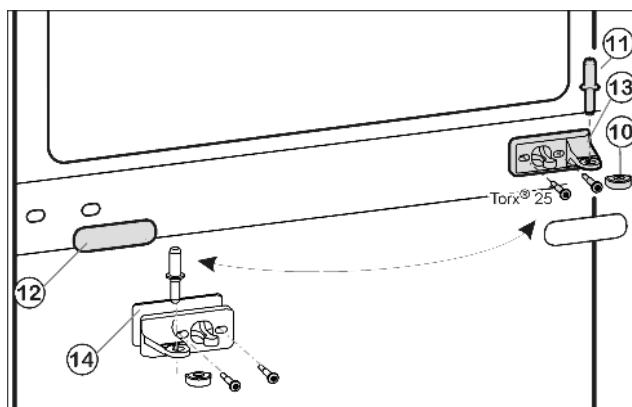
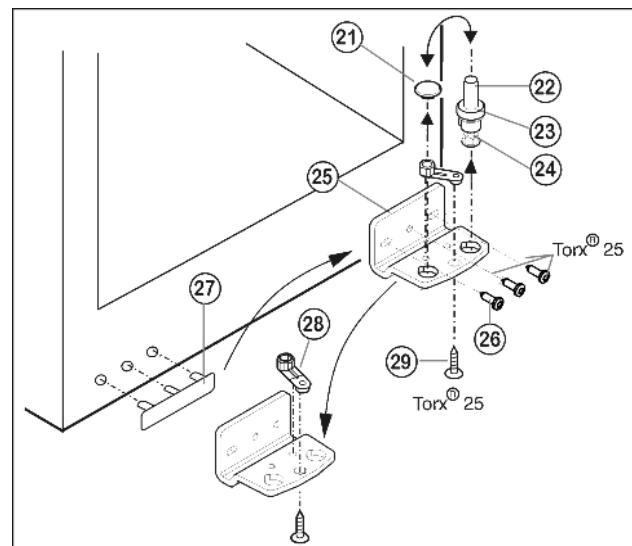

Fig. 8
Fig. 9
- ▶ Витягніть середній опорний гвинт Fig. 8 (11) з опорного кронштейна та нижніх дверцят.
- ▶ Зніміть пластмасовий ковпачок Fig. 8 (10).
- ▶ Викрутіть Fig. 8 (13) опорний кронштейн посередині (2 шт. Torx® 25).
- ▶ Обережно зніміть покріття Fig. 8 (12).
- ▶ Прикрутіть Fig. 8 (13) середній опорний кронштейн із підкладкою Fig. 8 (14), на новий бік шарніра, повернувши на 180° (з моментом 4 Нм).
- ▶ Зафіксуйте покріття Fig. 8 (12) на новому боці розташування ручок, повернувши на 180°.
- ▶ Зніміть, потягнувши догори, опорний гвинт Fig. 9 (22) у комплекті, разом з шайбою Fig. 9 (23) та установочною ніжкою Fig. 9 (24).
- ▶ Зніміть Fig. 9 (21) пробку.
- ▶ Відгвинтіть Fig. 9 (26) опорний кронштейн Fig. 9 (25).
- ▶ Відкрутіть Fig. 9 (29) опорну деталь Fig. 9 (28) і вставте в протилежний отвір опорного кронштейну, знову пригвинтіть.
- ▶ Обережно зніміть кришку з боку ручки Fig. 9 (27) і переставте на протилежний бік.
- ▶ Пригвинтіть опорний кронштейн Fig. 9 (25) на новий бік шарніра (з моментом 4 Нм). За потреби використовуйте викрутку з акумулятором.
- ▶ Знову вставте пробку Fig. 9 (21) в отвір, що залишився вільним.
- ▶ Встановіть на місце опорний гвинт Fig. 9 (22) у комплекті, разом з шайбою та установочною ніжкою. При цьому виступ фіксатора повинен бути спрямований назад.
- Встановіть дверцята згори на нижній опорний гвинт Fig. 9 (22).
- Знову встановіть пластмасовий ковпачок Fig. 8 (10) на середній кронштейн Fig. 8 (13).
- Встановіть середній опорний гвинт Fig. 8 (11) на новий бік шарніра за допомогою середнього опорного кронштейна Fig. 8 (13) в нижні дверцята.
- Встановіть верхні дверцята на середній опорний гвинт Fig. 8 (11).
- У разі необхідності за допомогою двох довгастих отворів на опорному кронштейні знизу Fig. 9 (25) та середньому опорному кронштейні Fig. 8 (13) встановіть дверцята на одній осі з корпусом. Для цього викрутіть середній гвинт на нижньому опорному кронштейні Fig. 9 (25).